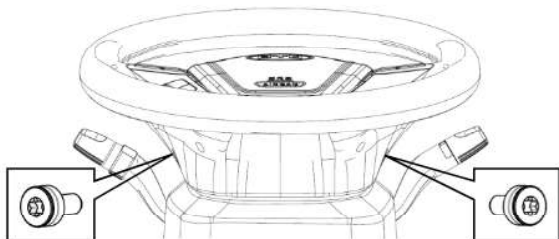

图 4-14
- (1) 对齐转向盘两侧的小圆孔，用 TX30#套筒松开两个内六角螺钉。如图 4-14 所示。